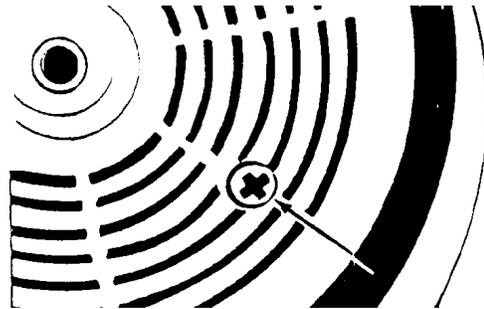

Figure 10
- 3 Alignez les deux trous avec l'une des trois vis dans le couvercle du carter de l'engrenage. Retirez la vis du couvercle du carter de l'engrenage. Voir la Figure 10.